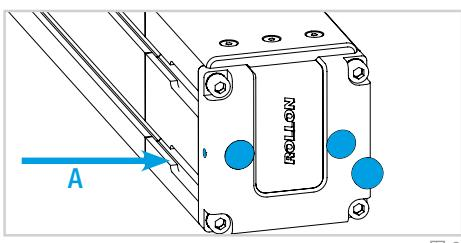

图 8
- 8) 取下固定螺丝上的保护帽，松开 A 型固定螺丝（图 8）。